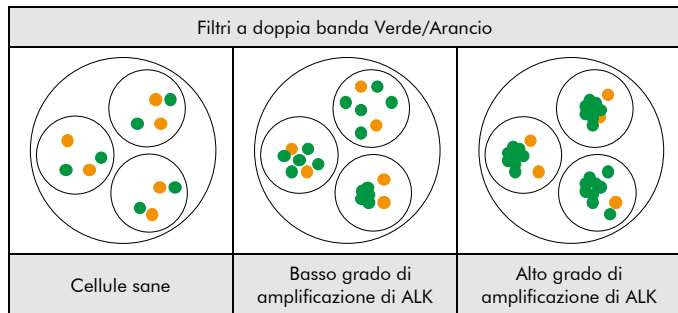

Fig. 2: Risultati attesi in situazione normale e aberrante
**Situazione normale:** nelle interfasi di cellule normali o di cellule senza amplificazioni che coinvolgono la regione del gene ALK, compaiono due segnali verdi e due segnali arancioni (vedere Fig. 2).
**Situazione aberrante:** nelle cellule con un'amplificazione della regione del gene ALK si osserverà un aumento del numero di segnali verdi o di cluster di segnali verdi (vedere Fig. 2).